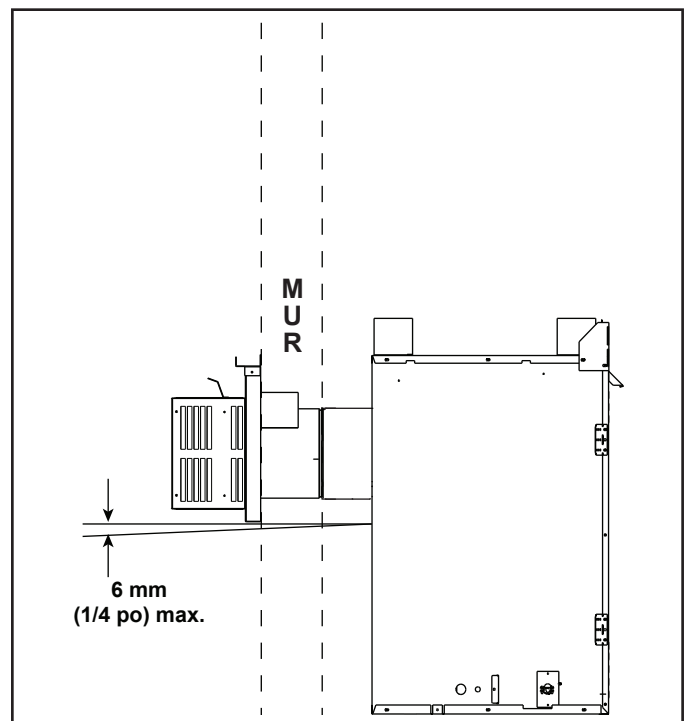

Figure 4.9 Chapeau d'évacuation - Foyer générique montré
- Le chapeau de l'extrémité horizontale devrait avoir une inclinaison vers le bas de 6 mm (1/4 po) afin de permettre à toute humidité du chapeau d'être libérée. Voir la figure 4.9.